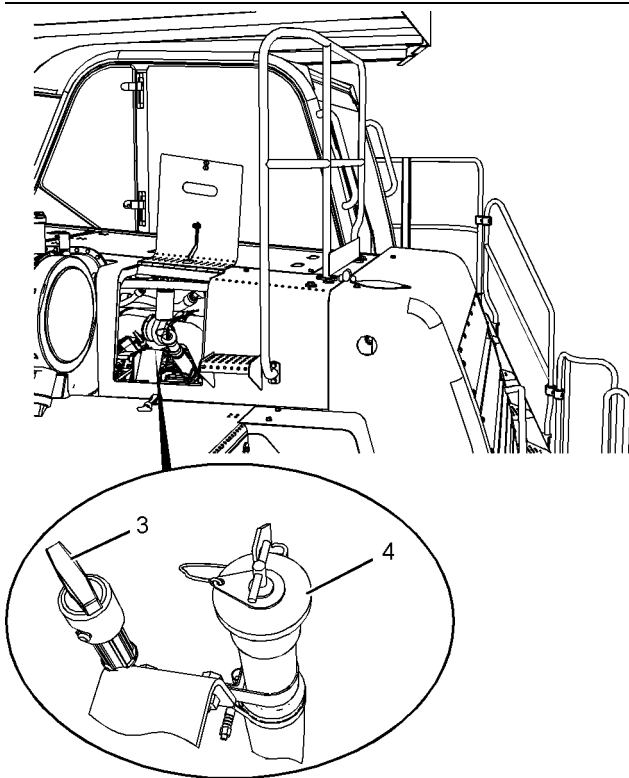
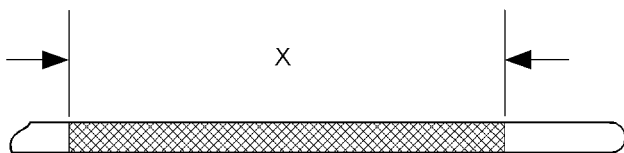

Ilustración 179
Ilustración 180
12. Quite la tapa del tubo de llenado del aceite (4). Vea la Ilustración 179. Llene el cárter con aceite. Vea en el Manual de Operación y Mantenimiento, "Viscosidades de lubricantes" para obtener información sobre el tipo de aceite. Vea la cantidad de aceite en el tema del Manual de Operación y Mantenimiento, "Capacidades de llenado".
15. Mantenga el nivel del aceite dentro del área sombreada (X) del medidor del nivel de aceite del motor (3).
1. Quite la tapa contra polvo y conecte la manguera de llenado del aceite a la conexión macho (8).
6. Mantenga el nivel del aceite dentro del área sombreada (X) del medidor del nivel de aceite del motor (3). Consulte la ilustración 180 y la ilustración 179.